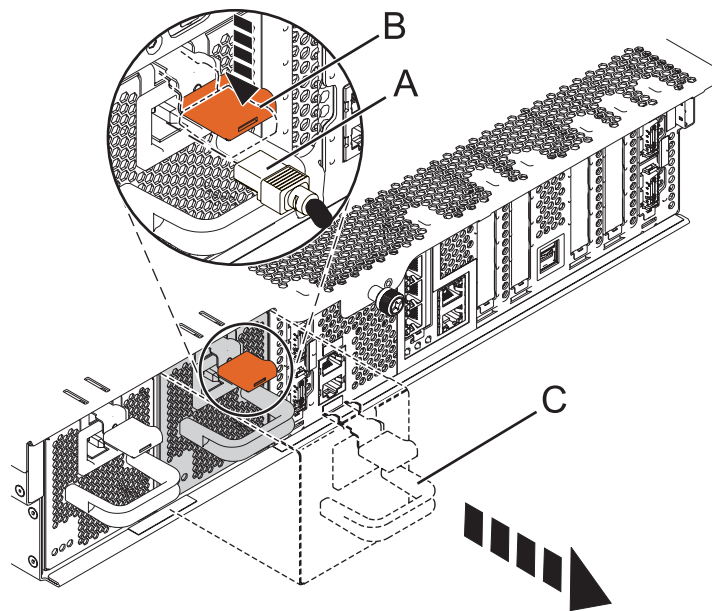

Figura 5. Extracción de la fuente de alimentación de un modelo montado en bastidor
7. Desconecte el cable de alimentación (A) de la parte frontal de la fuente de alimentación como se muestra en la Figura 5.